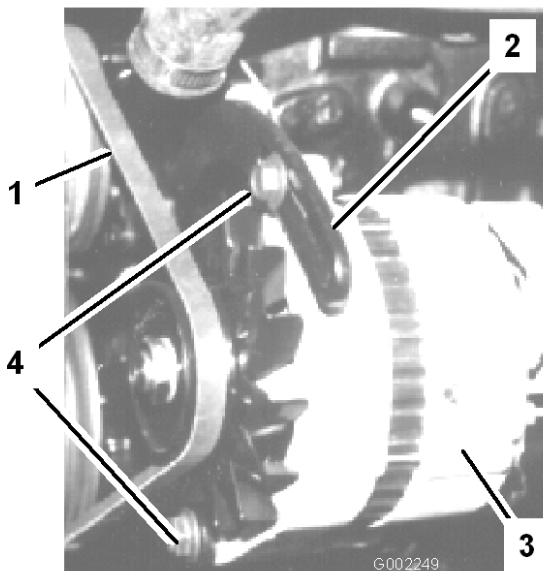

Bild 56
3. Lösen Sie die Schrauben, mit denen der Bügel am Motor befestigt ist, und die Schraube, mit der die Lichtmaschine am Bügel befestigt ist (Bild 56).